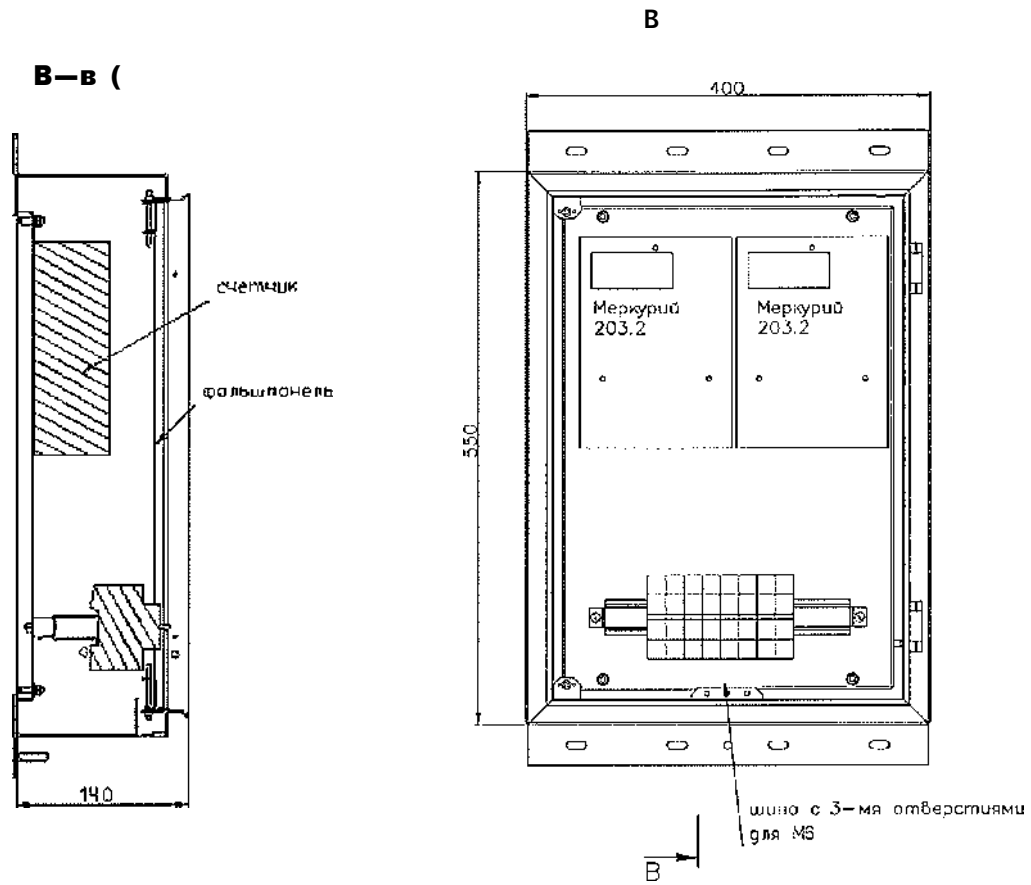

Рис. 6
- 4.2. 1-го трехфазного счетчика прямого включения или 2-х однофазных (рис. 6):